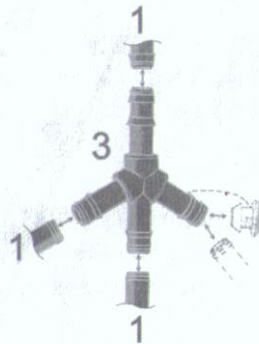

Рис.1
2. Соедините подающий шланг (1) с краном бочки, с другой стороны соедините его с большим разветвителем (3) в соответствии с общей схемой и рис.1.